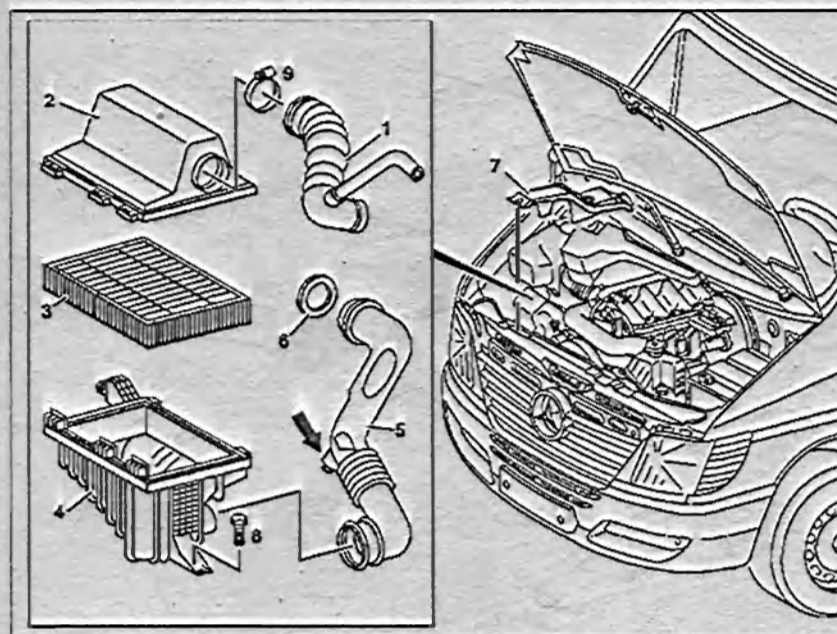

Рис. 3.46. Снятие и установка воздушного фильтра:
1. Снимите теплозащитный кожух 7 (рис. 3.46).